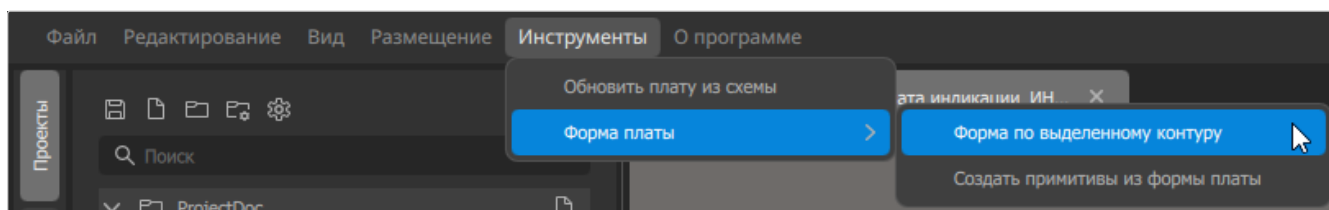

Рисунок 98. Команда меню «Форма по выделенному контуру»
- 5) Вызвать команду меню «Инструменты» → «Форма платы» → «Форма по выделенному контуру» (см. рисунок 98).